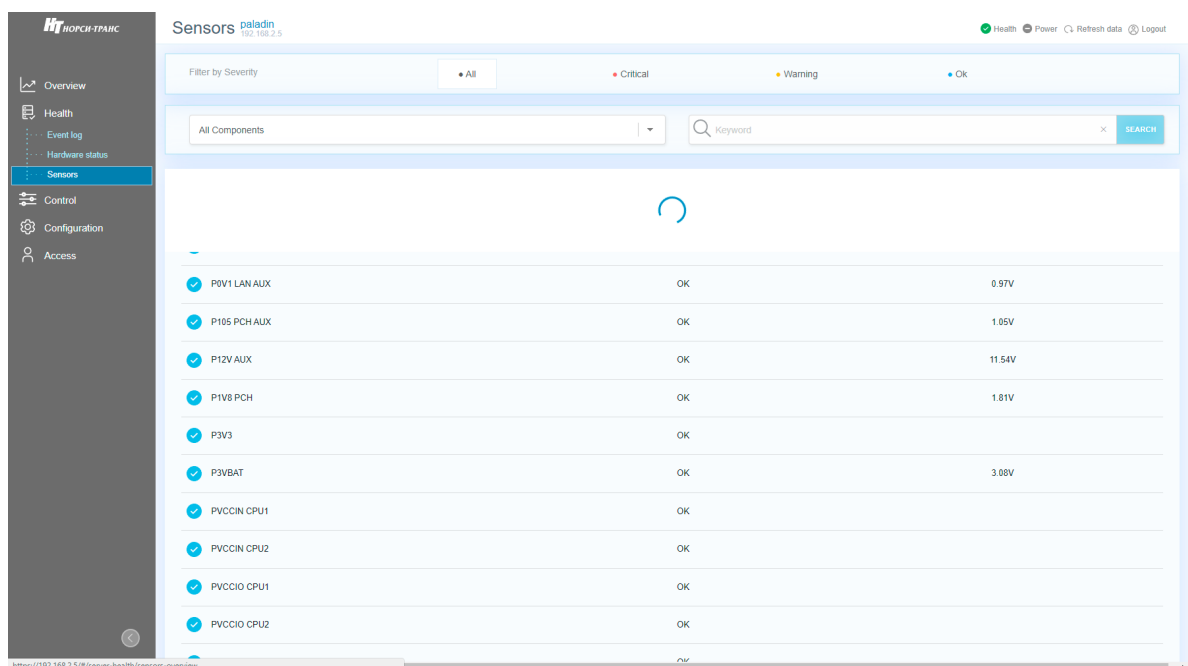

Рис. 71. Окно «Sensors»
- 4) Пройдите во вкладку «Health» → «Sensors» в данной вкладке отображается информация по датчикам установленным в сервере. В поле «Filter by Severity» произведите фильтрацию по степени серьезности события. В раскрывающемся списке выберите компонент сервера где хотите просмотреть состояния датчиков. В поле поиска произведите фильтрацию по ключевым словам датчиков. Окно показано на рис. 71 Окно «Sensors»